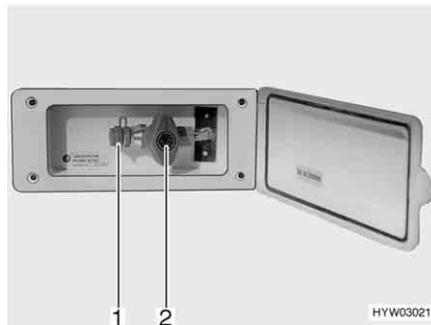

Fig. 108 Toma exterior de gas, válvula de paso de gas cerrada
La toma externa de gas (Fig. 108) está, en función del modelo, en la parte trasera o en el lado izquierdo o derecho del vehículo.
- Conectar el aparato de gas externo en el punto de conexión (Fig. 108,1).
- Abrir la válvula de paso de gas (Fig. 108,2).